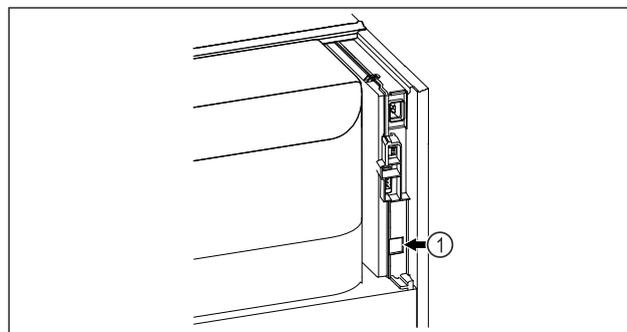

Fig. 171
- Se utiliza SmartModule Fig. 171 (1).